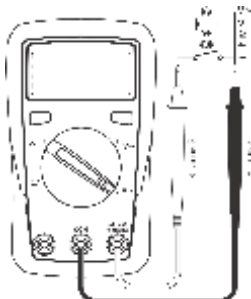

Рис. 2. Измерения с помощью прибора RGK DM-10
(см. Рис. 2):
6.2. Измерение сопротивления (см. Рис. 2)
6.3. Прозвонка электрических цепей (см. Рис. 2)
6.4. Проверка диодов (см. Рис. 2)